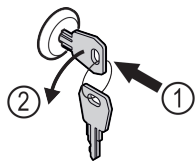

Fig. 124
- Πιέστε μέσα το κλειδί. Fig. 124 (1)
- Περιστρέψτε το κλειδί 90° αριστερόστροφα. Fig. 124 (2)